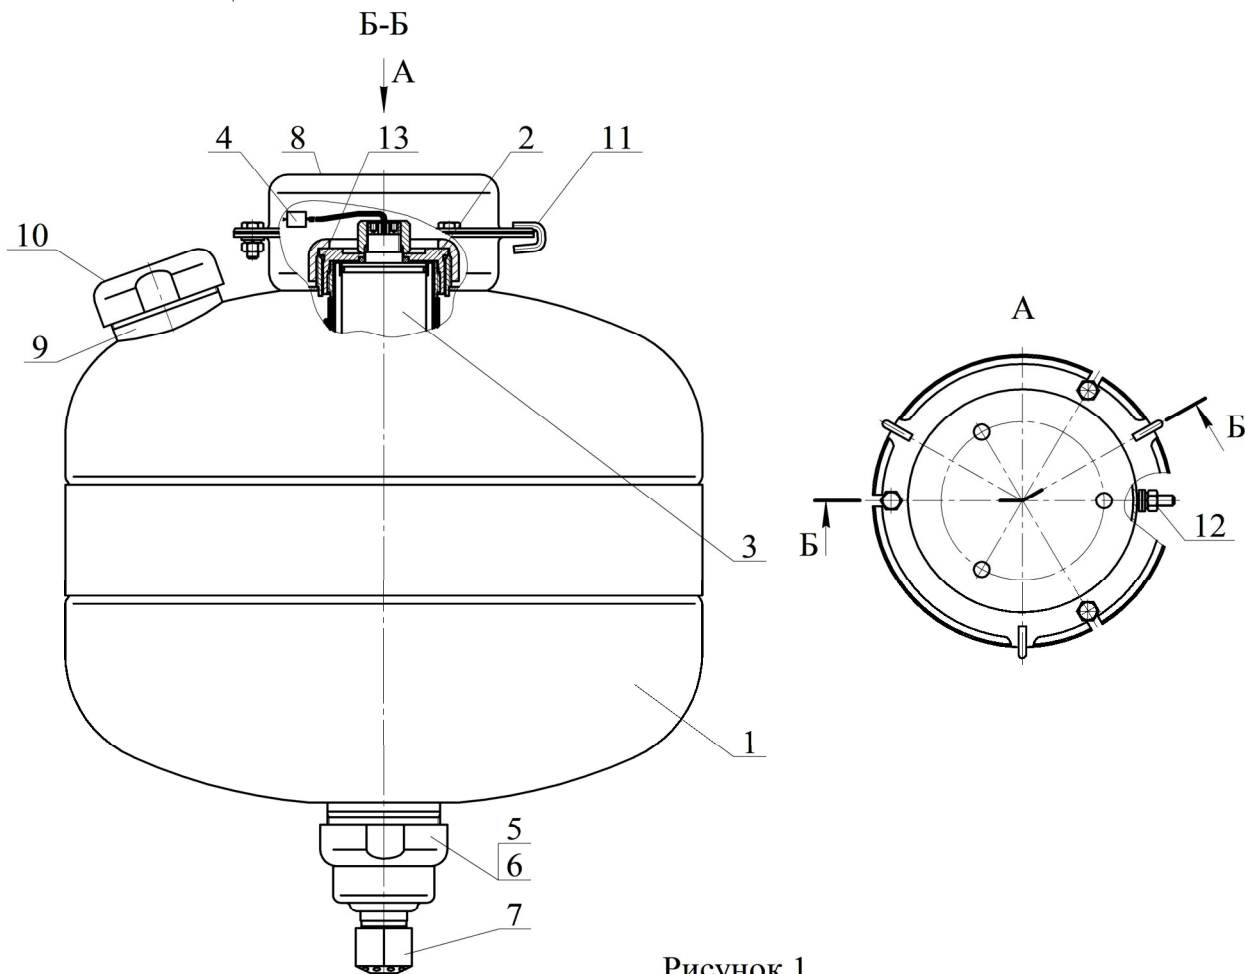

Рисунок 1
4.1.1 МУПТВ (см. рисунок 1) состоит из корпуса 1, заправленного ОТВ, в котором размещено газогенерирующее устройство 2. В герметичный корпус газогенерирующего устройства установлен ИХГ 3 с элементом электропусковым 4. Нижняя горловина корпуса перекрыта срезной мембраной 5, которая поджата гайкой 6. С гайкой 6 через фильтрующий элемент соединен насадок-распылитель 7. В верхней части корпуса расположены кронштейн 8 для крепления к потолочному перекрытию, горловина 9 для заливки ОТВ и предохранительный клапан 10. Для фиксации МУПТВ при монтаже на кронштейне 8 закреплены три скобы 11. МУПТВ имеет заземляющий зажим 12.
4.2.1 После подачи электрического импульса на выводы элемента электропускового **4** (см. рисунок 1) ИХГ **3** генерирует газ, который создает давление внутри корпуса МУПТВ для вскрытия мембраны **5** и выпуска через насадок-распылитель **7** в зону горения тонкораспыленной струи ОТВ.
6.3 Закрепить кронштейн **8** (см. рисунок 1) на потолке. Координаты отверстий в кронштейне приведены на рисунке 3.
6.5.3 Полученный раствор ОТВ залить в отверстие верхней горловины **9** (см. рисунок 1). Для окончательного приготовления ОТВ открыть упаковку с жидкой добавкой к воде и залить ее в отверстие верхней горловины **9**. Установить в отверстие горловины предохранительный клапан **10**. Сверху закрутить гайку до упора.
6.6 На выпускную горловину гайки **6** (см. рисунок 1) накрутить до упора насадок-распылитель **7**.
7.3 Комплект поставки для перезарядки МУПТВ (см. рисунок 1):